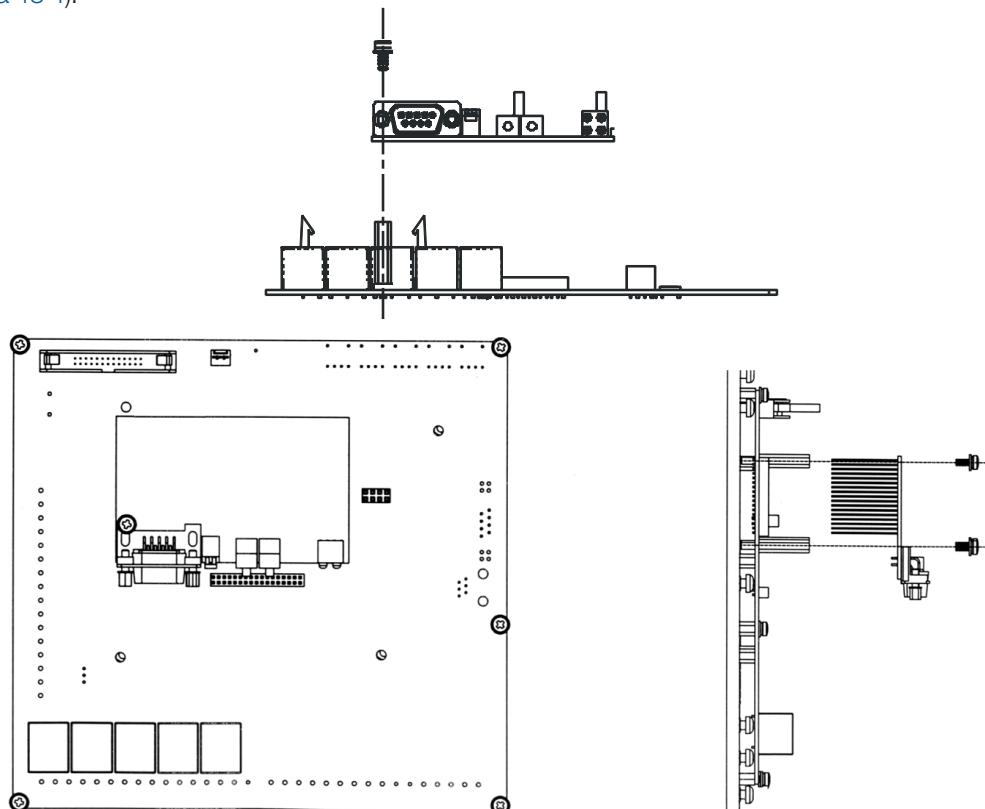

Figura 13.1: Instalação do cartão eletrônico do Fieldbus
3. Encaixar cuidadosamente o conector barra de pinos do cartão eletrônico do Fieldbus no conector fêmea XC140 do cartão de controle MVC4. Verificar a exata coincidência de todos os pinos do conector XC140 (Figura 13.1 na página 13-1).